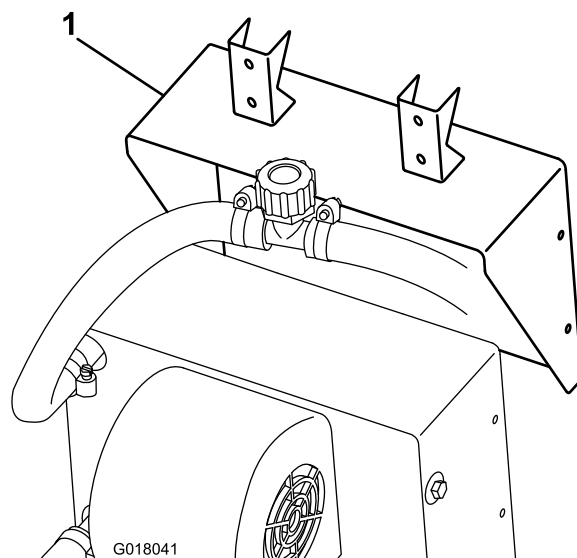

Bild 21
- Befestigen Sie die Heizungshalterung mit den Schrauben, die mit der Heizung geliefert wurden, an der Heizung (Bild 21).